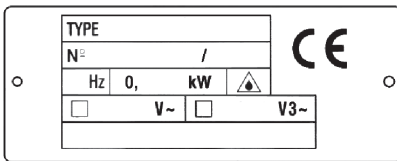

Abbildung 5 - technisches Datenblatt - Zulassung
Stellen Sie sicher, dass das Erdungssystem einwandfrei funktioniert. Überprüfen Sie auch, ob die auf dem Typenschild (Abbildung 5) angegebene Art des Stroms mit der Spannung (V) und der Frequenz (Hz) der Stromleitung übereinstimmt.
Schutzschalter/Leitungsschutzschalter einschalten. Stellen Sie an dieser Stelle sicher, dass das Erdungssystem einwandfrei funktioniert. Überprüfen Sie auch, ob die auf dem Typenschild (Abbildung 5) angegebene Art des Stroms mit der Spannung (V) und der Frequenz (Hz) der Stromleitung übereinstimmt.